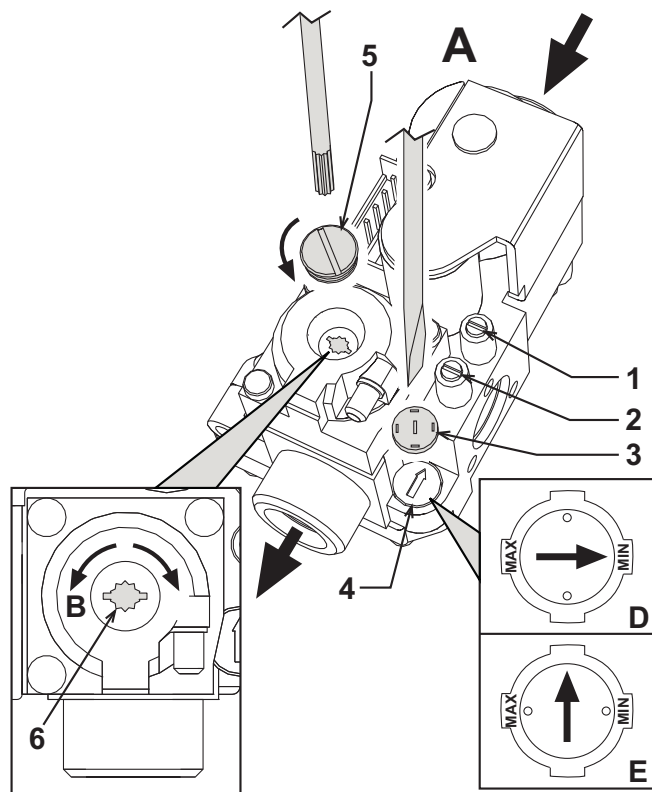

рис. 17 - Регулирование давления
На котле PEGASUS D можно регулировать тепловую производительность топки и, следовательно, тепловую мощность, передаваемую воде системы отопления; это делается исключительно путем регулировки основной горелки с помощью газового вентиля (см. рис. 17). На графиках, приведенных в параграфе сар. 5.2, показано изменение передаваемой воде тепловой мощности в зависимости от изменения рабочего давления горелки. Возможность приведения мощности котла в соответствие с реальными потребностями отопления означает, прежде всего, снижение потерь и экономию топлива. Кроме того, при регулировке мощности, регламентированной также стандартом, котлы сохраняют значения КПД и характеристики сгорания почти без изменений.
1. С помощью небольшой отвертки снимите защитный колпак 5 вторичного привода газового вентиля рис. 17.
2. Подключите манометр к клемме давления 2 (рис. 17), расположенной после газового вентиля, затем переведите ручку термостата котла на максимум.
3. Регулируйте давление с помощью винта 6 (рис. 17) на желаемое значение, руководствуясь диаграммами, приведенными в параграфе сар. 5.2.
2. Снимите с газового вентиля маленький защитный колпачок 3 (рис. 17). С помощью маленькой отвертки регулируйте "СТУПЕНЬ" розжига как на основании выбранного для работы газа (G20-G25 положение D рис. 17 или G30-G31 положение E рис. 17); установите на место защитный колпачок.
- Спустите воздух из газопроводных труб через штуцер отбора давления 1 газового вентиля (рис. 17).